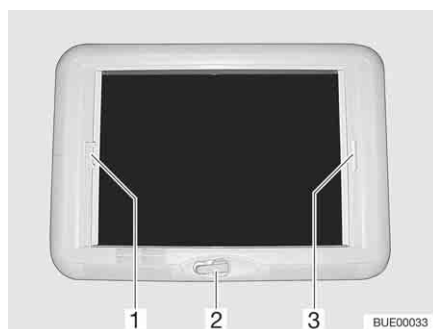

Fig. 132 Lanterneau à manivelle
- Tourner la manivelle (Fig. 132,2) jusqu'à ressentir une résistance.
- Tirer la poignée du dispositif occultant plissé (Fig. 132,3) et le relâcher lorsqu'il a atteint la position voulue. Le dispositif occultant plissé reste alors à cette position.
- Tirer sur la poignée (Fig. 132,1) de la moustiquaire jusqu'à toucher la poignée du dispositif occultant plissé (Fig. 132,3) située vis-à-vis et la faire s'enclencher.
- Appuyer sur la poignée de la moustiquaire (Fig. 132,1) vers l'arrière et le haut et décrocher la moustiquaire du dispositif occultant plissé (Fig. 132,3).